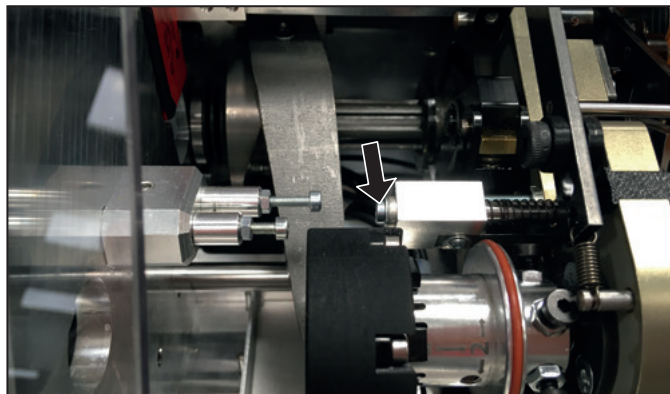

Bild 8.3 Trennmesserhalter entfernen
- Entfernen Sie die Befestigungsschraube des Trennmesserhalters, siehe Bild 8.3.